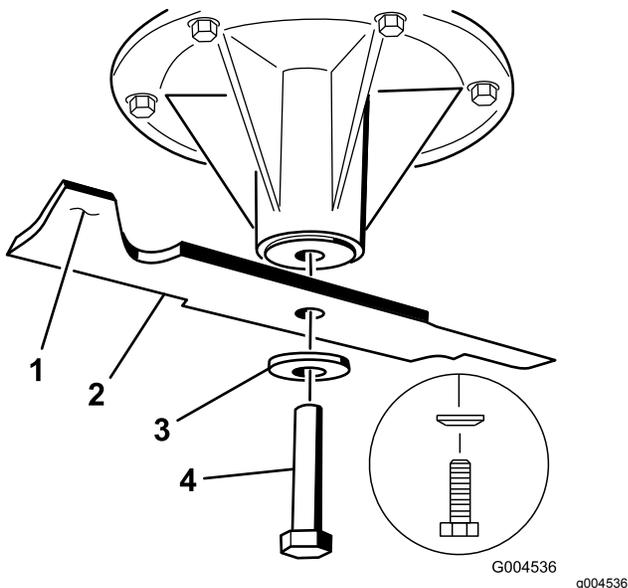

Figure 99
2. Enlevez de l'axe, le boulon, la rondelle bombée et la lame (Figure 99).
3. Si la lame est déséquilibrée, limez un peu l'extrémité de l'ailette seulement (Figure 99).